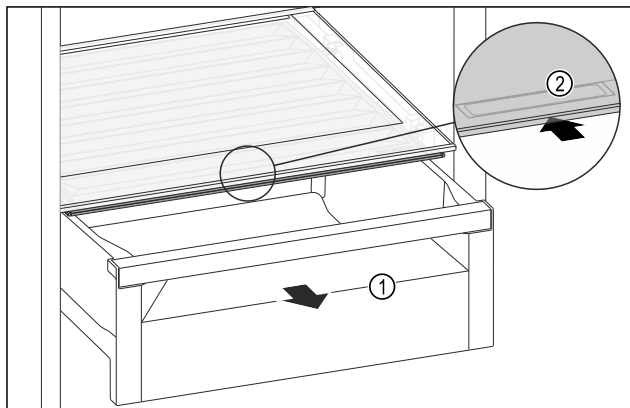

Fig. 189
- Tërhiqni jashtë sirtarin Fig. 189 (1).
- Kapni dorezën e futur Fig. 189 (2) në kapakun e ndarjes dhe në të njëjtën kohë shtyni për prapa kapakun e ndarjes.